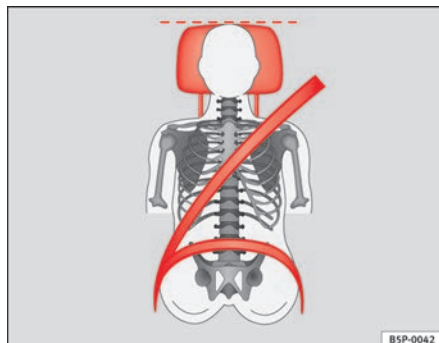
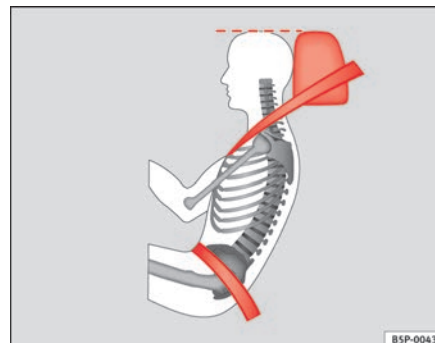

Fig. 91 Visto de frente:
Fig. 92 Visto de lado:
- Ajuste el apoyacabezas de modo que el borde superior del mismo quede a la misma altura que la parte superior de la cabeza, como mínimo a la altura de los ojos. ⇒ **fig. 91** y ⇒ **fig. 92**.